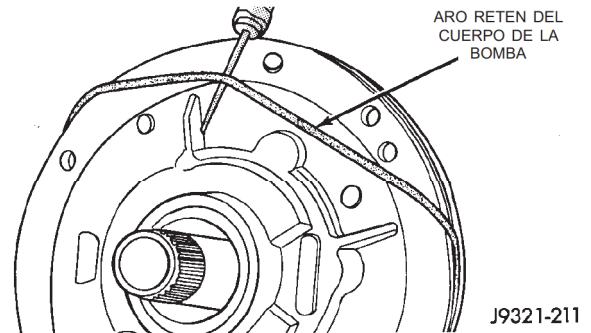
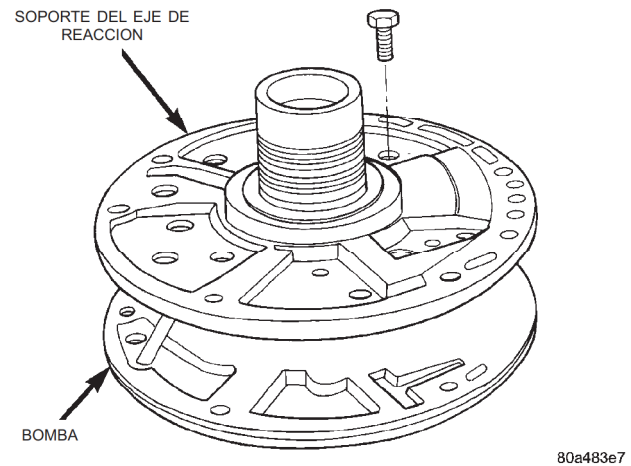

Fig. 121 Desmontaje del aro retén de la bomba
Fig. 122 Pernos del soporte de la bomba
- (1) Retire el aro retén del cuerpo y el soporte del eje de reacción (Fig. 121).
- (2) Marque el conjunto del cuerpo de la bomba y el soporte como referencia para la alineación.
- (3) Retire los pernos que fijan el cuerpo de la bomba al soporte (Fig. 122).